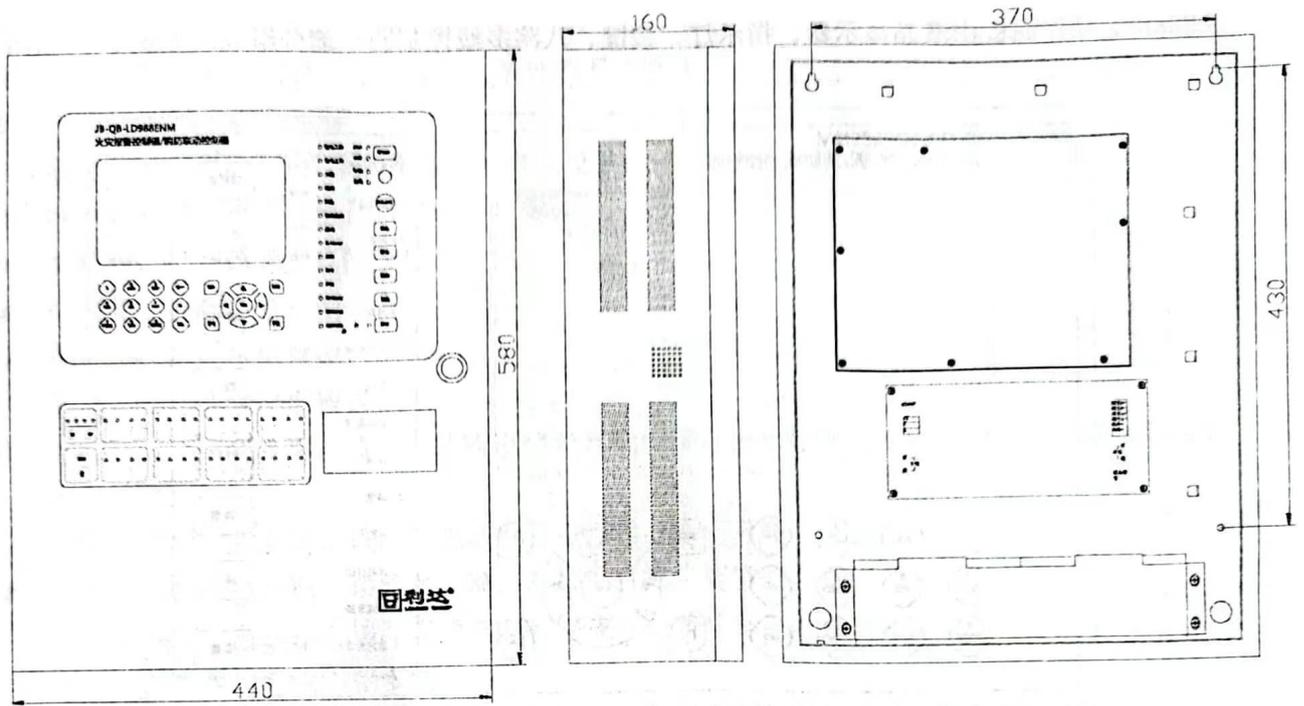

图 3-1
3.1.1 JB-QB-LD988ENM 结构尺寸图如图 3-1 所示: